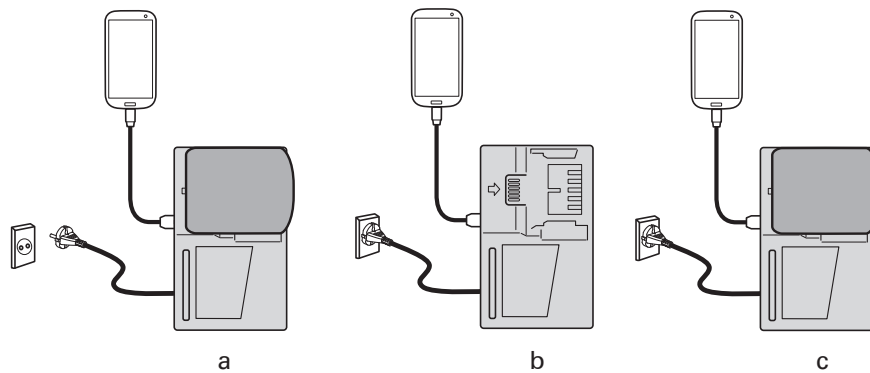

Fig. 16c
CHARGEMENT DU DISPOSITIF USB (Fig. 16c-16d)
- Chargement d'un périphérique USB à l'aide d'une batterie (Fig. 16c-a)
- Charger un dispositif USB à partir d'une prise électrique (Fig. 16c-b)
- Charger un dispositif USB et une batterie à partir d'une prise électrique (Fig. 16c-c)